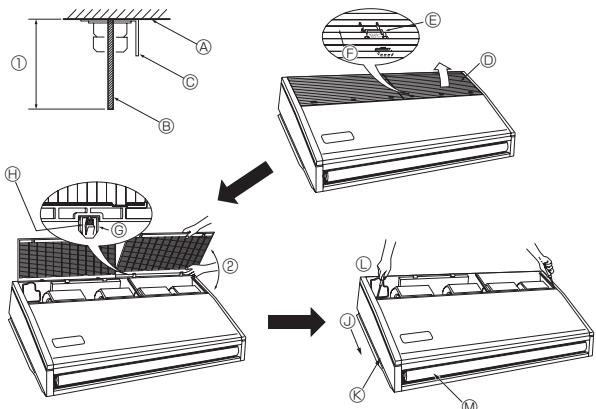

Fig. 3-4
- (D) Her birinin ağırlığı 100 kg ile 150 kg olan parçalar kullanın.
- (E) W3/8'lik veya M10'luk askı civataları kullanın.
3.2.4. İç ünitenin hazırlanması (Fig. 3-4)